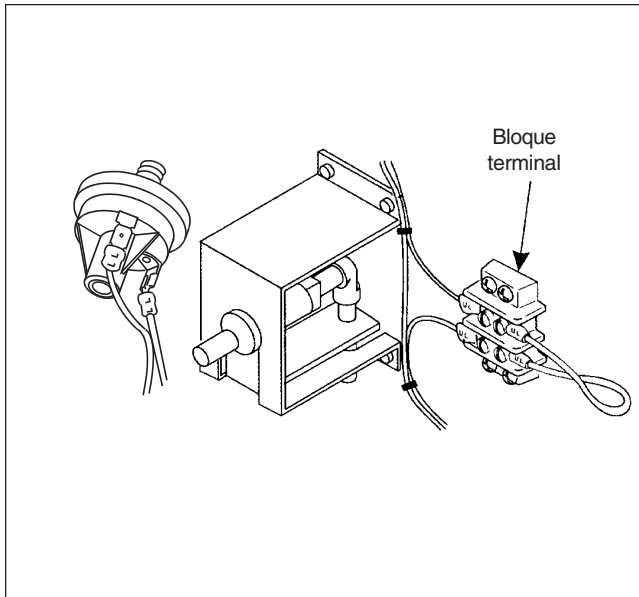

Figura 5. Bloque terminal.
20. Conecte el cable blanco con la etiqueta de PS al interruptor de presión y el otro cable blanco a su posición original en el bloque del terminal (ver Figura 5).